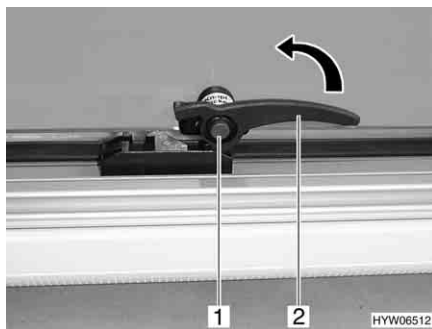

Fig. 48 Leva di serraggio in posizione "Chiuso"
- Premere il bottone di sicurezza (Fig. 48,1) e mantenerlo premuto.
- Ruotare la leva di serraggio (Fig. 48,2) di un quarto di giro verso il centro della finestra.
- In posizione "Completamente chiusa" (Fig. 48)